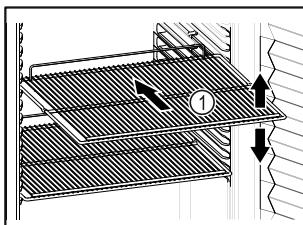

Fig. 30 Simbolična slika
- Če je odlagalna rešetka Fig. 30 (1) premična, jo prilagodite po višini.